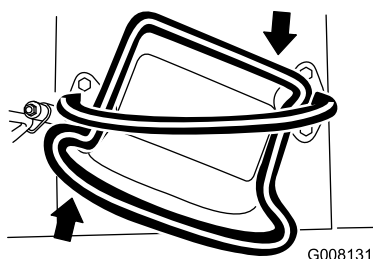

Figure 11
- Pour tourner à droite, tournez la commande de déplacement dans le sens horaire (Figure 11).